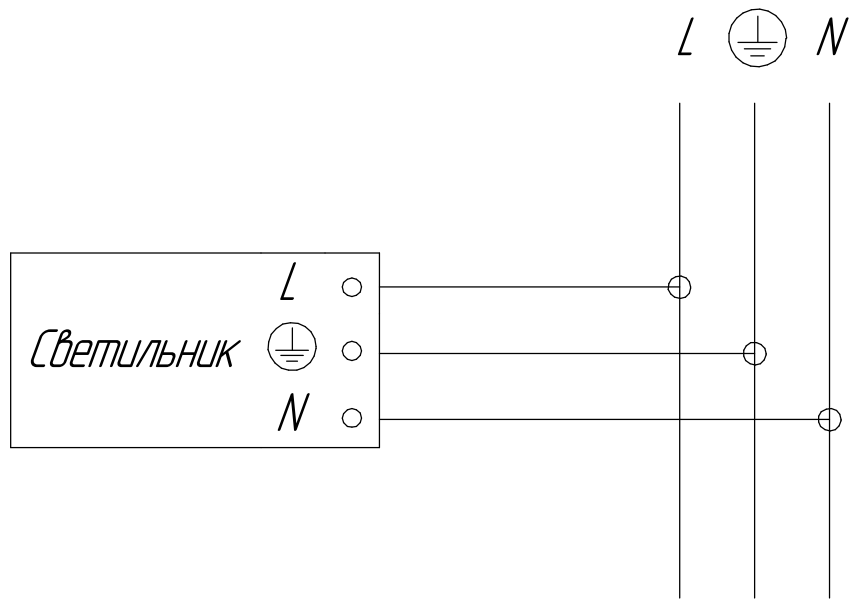

Рисунок 4 - Схема подключения светильника к сети
5.6 Подсоедините сетевые провода к клеммным колодкам (рисунок 4).